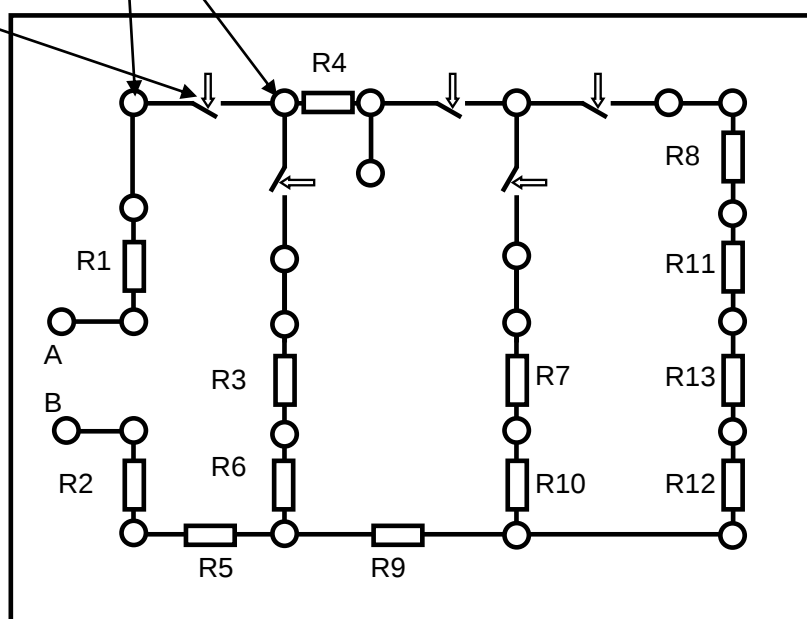

Рис. 4. Схема блока резисторов.
Необходимо выполнить ряд измерений напряжения и силы тока в цепи постоянного тока. Цепь состоит из резисторов, размещенных на учебной плате (*рис.4*), которые образуют разветвленную цепь. Установленные на плате кнопки в нормальном положении **замкнуты**. При нажатии они **размыкают** соответствующий участок цепи. Подключив параллельно кнопке амперметр, и нажав на кнопку, мы можем измерить силу тока.
- Клеммы **А** и **В** платы (*рис.4*) подключить соединительными проводами к источнику тока. Для того чтобы было проще соблюдать полярность подключения, удобно использовать соединительные провода разного цвета: красные провода подсоединять к «+» источника питания и измерительных приборов, а синие (или зеленые) – к «-».